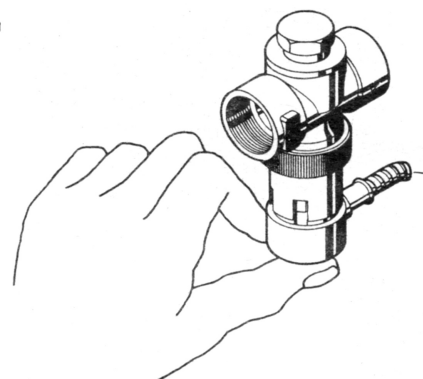

Fig. 22 Dispositivo termico di sicurezza
- Premere il cappuccio rosso contro la valvola (Fig. 22) > L'acqua dovrebbe uscire nell'imbuto.